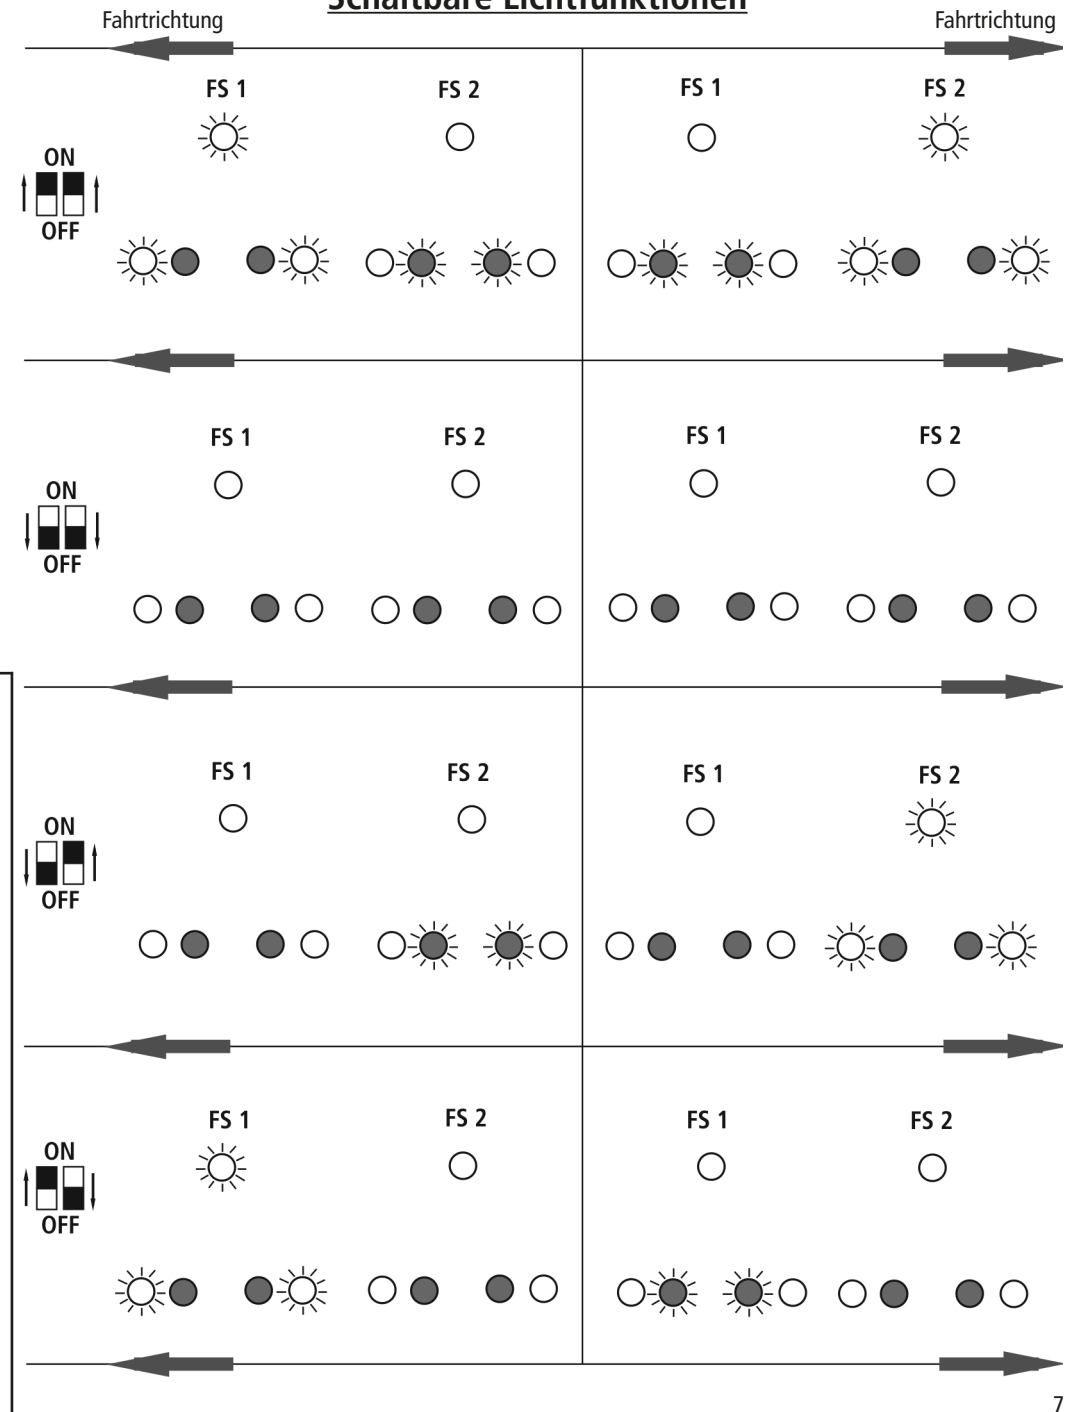
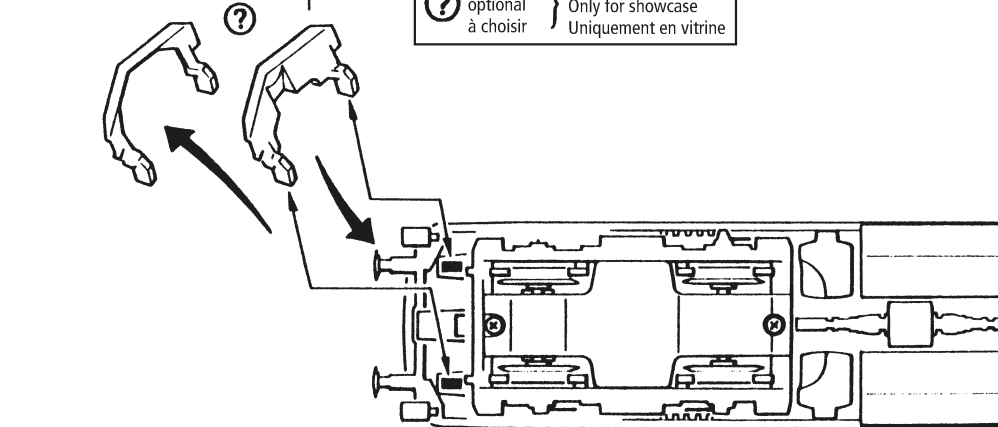

Fig. 6
Fig. 3
**Mehrzugbetrieb:** Zuerst Lokgehäuse abnehmen (Fig. 3). Danach den Brückenstecker aus der Schnittstelle entfernen (diesen sorgsam aufbewahren). Danach den Stecker des Steuerbausteins lagerichtig einsetzen (siehe Fig. 6).
**1. Reinigung der Radstromkontakte:** Radstromkontakte können auf unsauberen Schienen leicht verschmutzen. Entfernen Sie **vorsichtig** mit einem kleinen Pinsel **den Schmutz** an den in Fig. 3 gekennzeichneten Stellen.
**2. Schmierung:** Versehen Sie die im Schmierplan in Fig. 7 gekennzeichneten Stellen mit nur **kleinen Öltropfen**. Dazu zuerst das Lokgehäuse abnehmen (Fig. 3). Wir empfehlen den ROCO **Öler Art.-Nr. 10906**. Fürs Schmieren der Getriebeteile (Zahnräder, Schnecke) empfehlen wir das **ROCO-Spezialfett Art.-Nr. 10905**. Im Falle der Schmierung diese Teile **nicht ölen**.
**4. Kohlebürstenwechsel:** Lokgehäuse abnehmen (Fig. 3). Danach wird der Motor ausgebaut und die Kohlebürsten ausgewechselt (Fig. 9).
Remove the jumper from the interface. Finally put the plug of the chip into the interface as shown in fig. 6.
**1. Cleaning of wheel contacts:** Wheel contacts easily get dirty on tracks which are not entirely clean. Use a small brush to **remove dirt** from spots marked in fig. 3.
**2. Lubrication:** Apply **tiny oil drops** to spots marked in fig. 7. Prior to lubrication dismantle locomotive (fig. 3). We recommend using item no. **10906, Roco oiler**. For lubrication the gearparts (e.g. cogwheels, worm) we would recommend our Roco **special grease** (item no. **10905**).
**4. Carbon Brush Changing:** First remove loco body (fig. 3), and then the motor (fig. 9).
**Exploitation en télécommande multi-trains:** Enlevez la fiche de shuntage de l'interface (à conserver!) et enfichez finalement la fiche du module de télécommande aux prises de l'interface. Veillez à la position correcte de la fiche (voir fig. 6).
**1. Nettoyage des lames de courant aux roues:** Les lames de contacts risquent de s'encrasser rapidement sur des voies poussiéreuses. Veuillez **enlever la poussière** aux endroits marqués à la fig. 3 à l'aide d'un petit pinceau souple.
**2. Graissage:** N'appliquez **qu'une toute petite goutte** aux endroits indiqués par le plan de graissage (fig. 7) après avoir démonté la caisse de la locomotive (fig. 3). Nous vous recommandons **le graisseur à huile Roco réf. 10906**. Pour graisser les engrenages (roues dentées, vis sans fin) nous vous conseillons la **graisse spéciale Roco réf. 10905** pour engrenages en matières synthétiques. Lorsque vous utilisez cette graisse il faut éviter d'huiler ces composants.
**4. Remplacement des balais du moteur:** Démontez la caisse (voir fig. 3). Démontez ensuite le moteur et échangez le balais (fig. 9).
1. siehe } Fig. 3